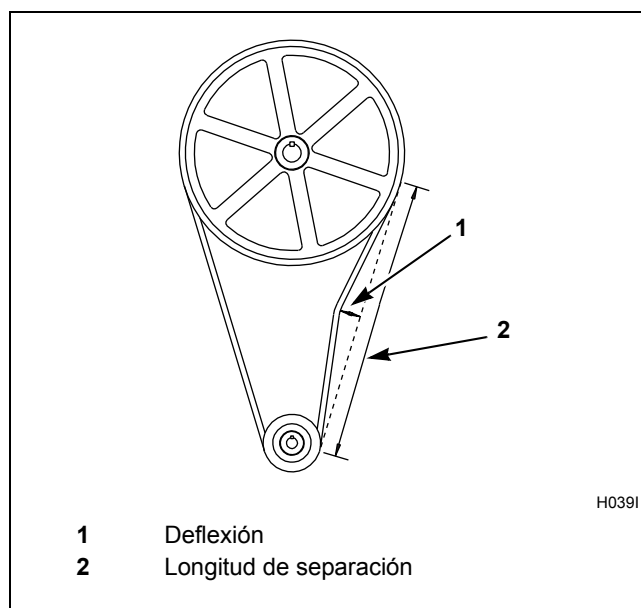

Figura 8
- d. **Para F y velocidad variable sólo los modelos**, verificar que sólo V-cinturones están correctamente tensionados por aplicar un conjunto fuerza a los cinturones y medición de la desviación para determinar la tensión de la correa. Consulte en la *Tabla 2* las gamas de tensión aceptables de la correa. Se deben medir las tensiones de la correa tan cerca del centro de la longitud de separación de la correa como sea posible. Consulte la *Figura 8*.